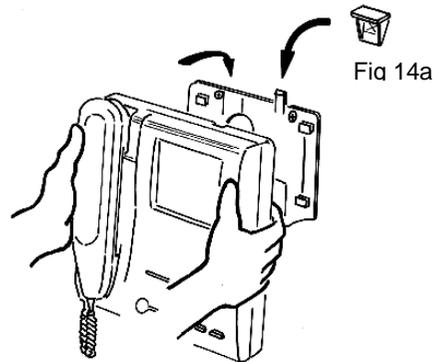

Fig 14a
- Connecter le bornier et fixer le moniteur sur l'étrier selon les indications de la fig.14a page 19. Pour stabiliser davantage la fixation du moniteur, mettre en place la petite cale détachée de l'étrier (fig. 13 page 19) selon les indications de la fig. 14a page 19.